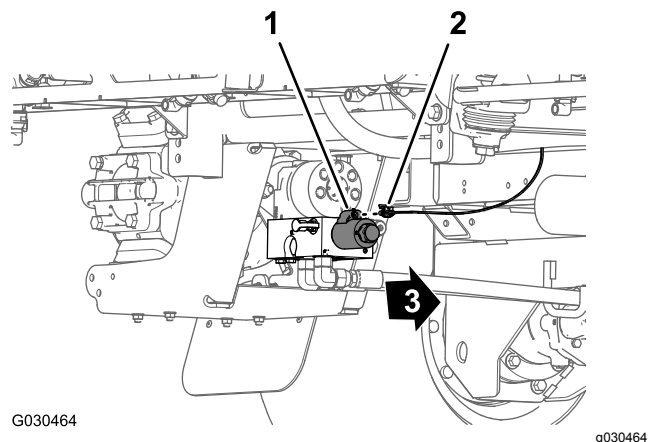

Figura 95
1. En la parte trasera de la máquina (por dentro de la bomba de fumigación) conecte el conector hembra de 2 vías etiquetado **Spray Pump Solenoid** (solenoide de la bomba de fumigación) de la rama de 86.6 cm del arnés de cables al conector de 2 pines del relé de la bomba (Figura 95).